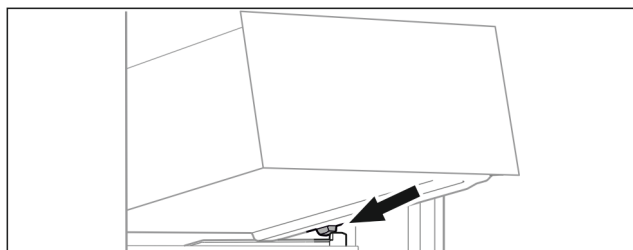

Fig. 97
- Schubfach schräg hinter den Stopperrn auf Behälterrippe aufsetzen. (siehe Fig. 97)